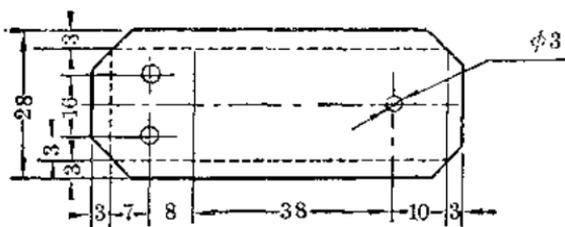

图 15
i. 做轴承前支架 用一片较厚的铁皮(如没有, 可以用双层铁皮代替)照图 15 的尺寸刻划好剪下, 钻好小孔, 锉光边
沿，并依边沿虚线弯成光边，如图 15。弯光边要呈弧形，如图 17。这样既光滑又坚固。然后再把它弯成直角（折角顶要呈弧形，不可折成方角，以免减弱稳定性）。如为了加固支架，增加强度，可以用一层铁皮，大小是同上尺寸，除去边沿的 3
毫米,并除去顶上的约 15 毫米一段,用这样的铁皮放在里层,裹成光边,然后照图 15 尺寸在脚上重钻 2 个小孔,顶上的小孔,应在原来一层铁皮上,为的是减小轴承摩擦。做成后如图 18。